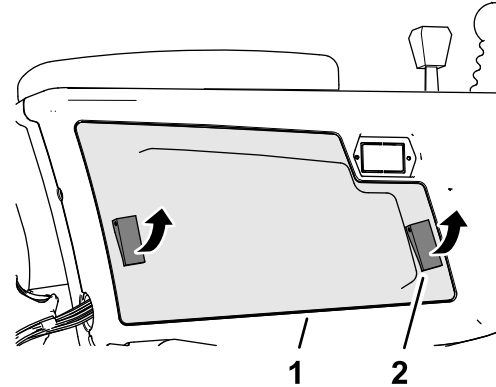

Figure 129
2. Ouvrez les 2 attaches qui fixent le couvercle du bras de commande sur le bras, et déposez le couvercle (Figure 129).